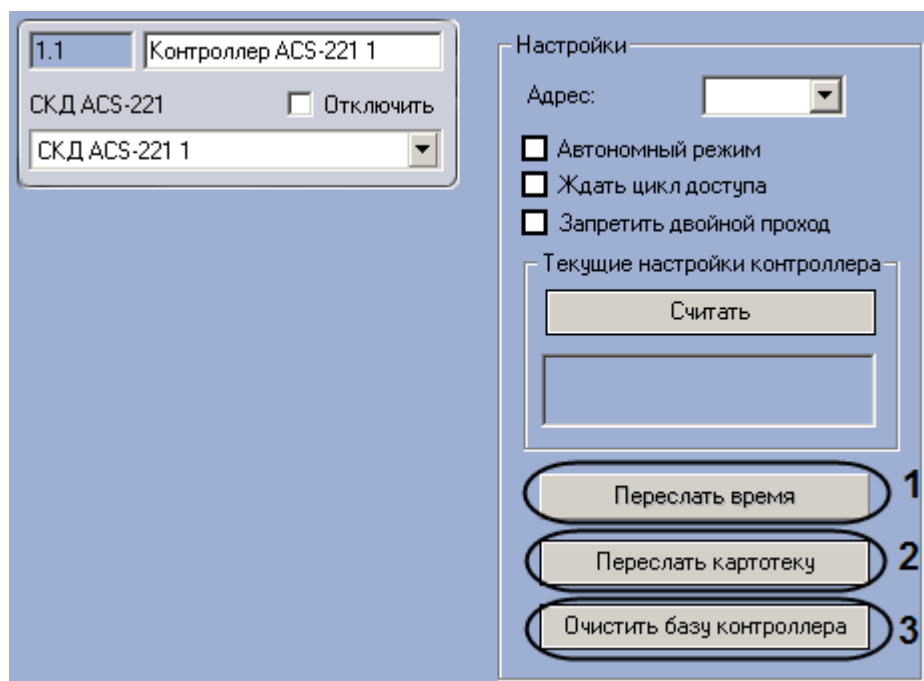

Рис. 3.6—1 Пересылка данных в контроллер СКУД ACS-221
Пересылка данных в контроллер ACS-221 производится на панели настроек объекта **Контроллер ACS-221** (Рис. 3.6—1).
1. Пересылка времени. Для пересылки времени компьютера в контроллер ACS-221 необходимо нажать на кнопку **Переслать время** (Рис. 3.6—1, 1).
2. Пересылка картотеки. Для пересылки в контроллер ACS-221 созданных в программном комплексе ACFA Intellect учетных записей пользователей, номеров их карт доступа и временных зон необходимо нажать на кнопку **Переслать картотеку** (Рис. 3.6—1, 2).
3. Очистка памяти контроллера. Для очистки флэш-памяти контроллера (списка данных о пользователях) необходимо нажать на кнопку **Очистить базу контроллера** (Рис. 3.6—1, 3).